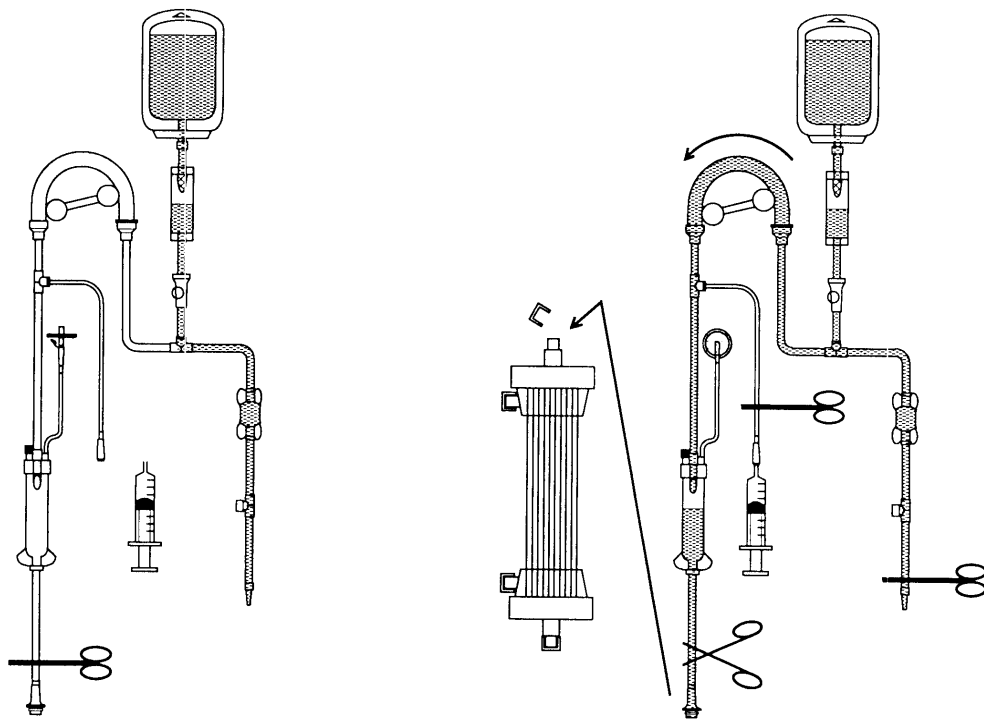

図6 動脈側回路と血漿分離器との接続
3) 血液ポンプを回転させドリップチャンバーの2/3程度まで充填した後、血漿分離器接続部まで充填する。回路内に気泡の混入がないことを確認して血漿分離器動脈側と接続する (図6)。